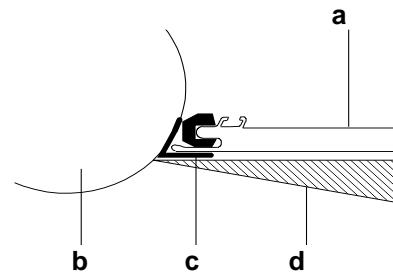

fig 2
3. Introduisez l'élément de quille avant (7) sous le volet avant (1) jusqu'à ce que les taquets soient en buttée [figure 2].
4. Emboîtez et mettez en toit l'élément central (8) et arrière (9) de la quille [figure 2].